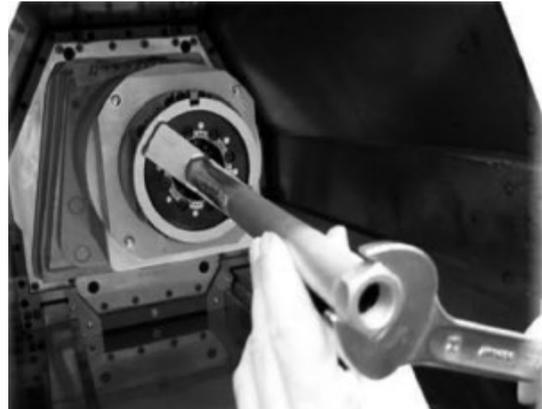

图 13 旋转主轴
(1) 将主轴各结合面涂抹润滑油, 清洁 Z 轴和架子槽。
(2) 用深度尺测量主轴端面到主轴调整垫圈之间的距离, 该距离必须与旧主轴的完全一致 (允差: 0.01~0.03 mm), 如果不一致要么修磨调整垫圈, 要么更换一个厚一些的垫圈。
(3) 打入主轴的定位销。
(4) 将电主轴放到滑槽中并小心向前推, 直到距离调整垫圈 100 mm 左右, 使用棉签和清洁剂清洁垫圈的安装面。
(5) 使用旋转工具转动主轴, 以使主轴的销孔与定位销的位置一致。如图 13 所示。